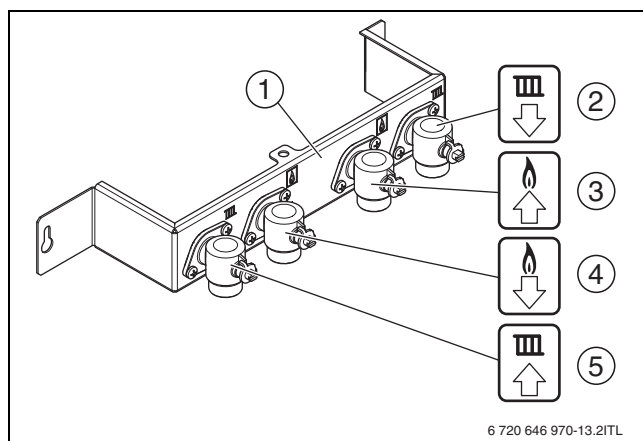

Bild 23 Anschluss der Rohrleitungen bei Verwendung eines Gas-Brennwertgeräts
- Rohrleitungen an die Montageanschlussplatte anschließen. Auf den korrekten Anschluss achten (→ Bild 23).